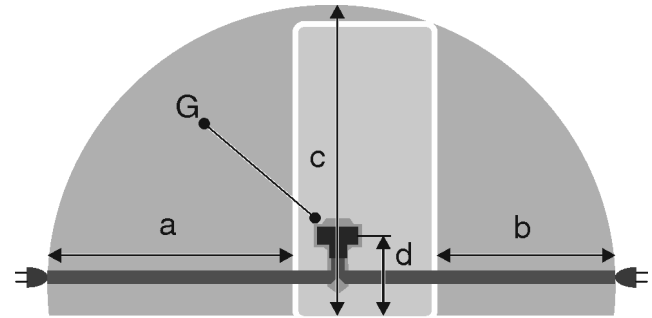

Fig. 23*
- Розетка находится не за устройством, а в зонах a или b Fig. 23 (a, b, c).
- ▶ Штекер устройства Fig. 23 (G) подсоедините с задней стороны устройства. Следите за правильной фиксацией.